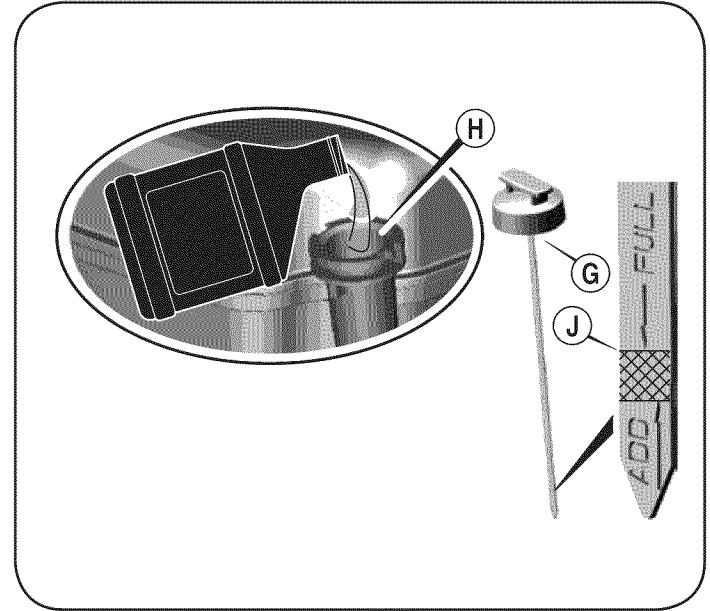

Figura 12
1. Saque la varilla del nivel de aceite (G).
2. Con la cortadora de césped ubicada en suelo nivelado, vierta el aceite lentamente por dentro del tubo de llenado de aceite del motor (H) hasta la marca de límite alto en la varilla medidora del nivel de aceite (J). Vea la Figura 12.
3. Coloque y ajuste la varilla indicadora. Luego quítela para revisar el nivel de aceite. Vea la Figura 12.